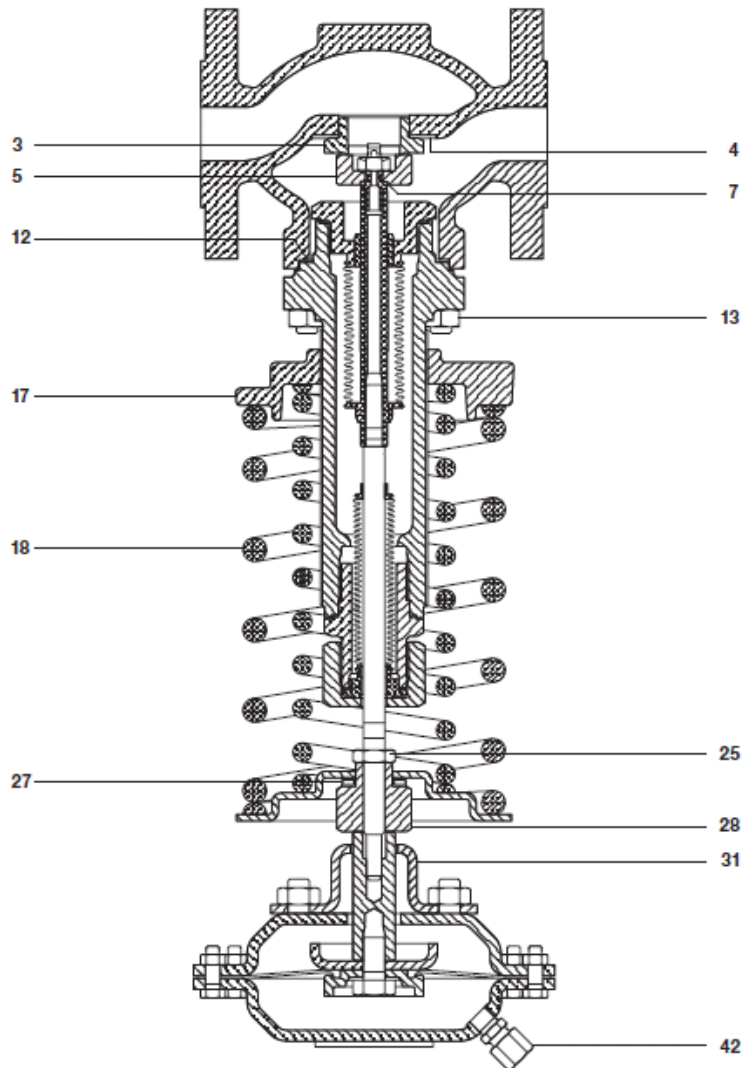

Fig. 13 DN25
4.4.5. Vervangen van klep en zitting (Fig. 13)
- Verdraai de regelveer (17) tot de veer (of veren) (18) volledig ontspannen is.
- Maak de impulsleiding los van de servomotor. Schroef de dekselmoeren (13) los en verwijder het deksel met veer en servomotor van het klephuis (1), zoals beschreven in paragraaf 3.4.4..
- Verifieer of de klep niet beschadigd of versleten is en vervang desnoods klep (5) en kleppakking (7) zoals beschreven in paragraaf 3.4.4.
- Verifieer de klepzitting (3) en vervang ze desnoods door een nieuwe samen met een nieuwe pakking (4) (alleen bij DN15 tot DN50) en span ze aan tot het vereiste aanspanmoment (zie paragraaf 3.2)
- Plaats een nieuwe dekselpakking (12) en monteer het deksel met veer en servomotor terug op het klephuis. Dekselmoeren (13) aanspannen zoals voorgeschreven in paragraaf 3.2.
4.4.6. Vervangen van het naaldlager (Fig. 13)
- Verdraai de regelmoer (17) tot de veer (18) volledig ontspannen is.
- Schroef de moeren (16) los van de servomotorsteunen en verwijder de montageplaat (31).
- Hou de instelmoer (28) vast en los de borgmoer (25). Verwijder de instelmoer (28) en het naaldlager (27).